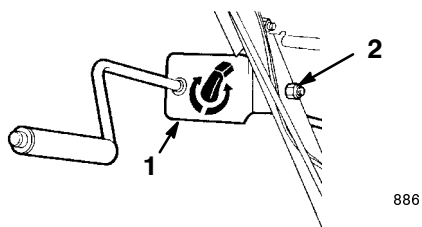

Figure 11
1. Fixez le support et la tige d'orientation de l'éjecteur du côté gauche du mancheron à l'aide du boulon à tête hexagonale et de l'écrou de blocage. Laissez l'écrou desserré jusqu'à ce que l'ensemble soit complètement monté (Fig. 11).
5. Serrez l'écrou de fixation du support d'orientation de l'éjecteur (Fig. 11).